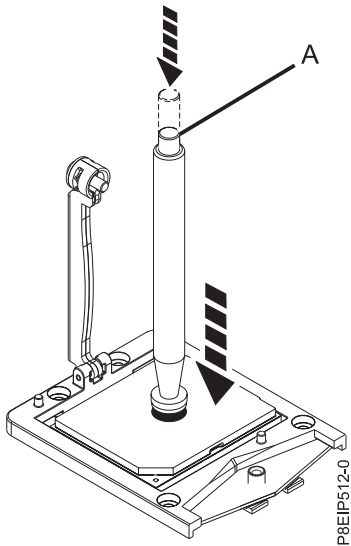

Figure 82. Abaissement de l'outil de retrait sur le module processeur système
3. Abaissez le stylet d'aspiration sur le module processeur système à installer. Appuyez à fond sur le haut du stylet (A) et maintenez le stylet au centre du module processeur comme indiqué dans la figure 82. Relâchez le haut du stylet pour fixer ce dernier sur le module processeur.